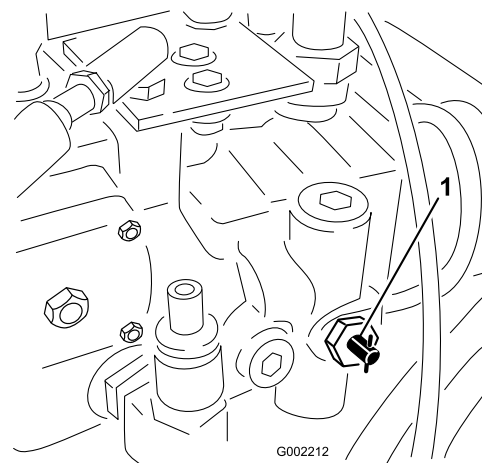

図 26
- 1. 牽引用バルブ (図 26) を左または右に 90 度回転させて開きます。